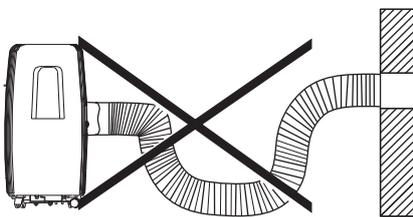

Abb. 20
DEN SCHLAUCH NICHT ÜBEDEHNEN (Abb.20).
- Im Entfeuchtungsmodus entfernen Sie den Kondensatablaufstöpsel an der Rückseite des Geräts. Schließen Sie einen 3/4" Schlauch an den Kondensatablaufadapter (5/8" Anschluss, Innengewinde) an. Bei Modellen ohne Anschlussstück schließen Sie den Ablaufschlauch direkt an die Öffnung an. Legen Sie das offene Ende des Schlauchs direkt über einem Ablauf Ihres Fußbodens (Abb.20).